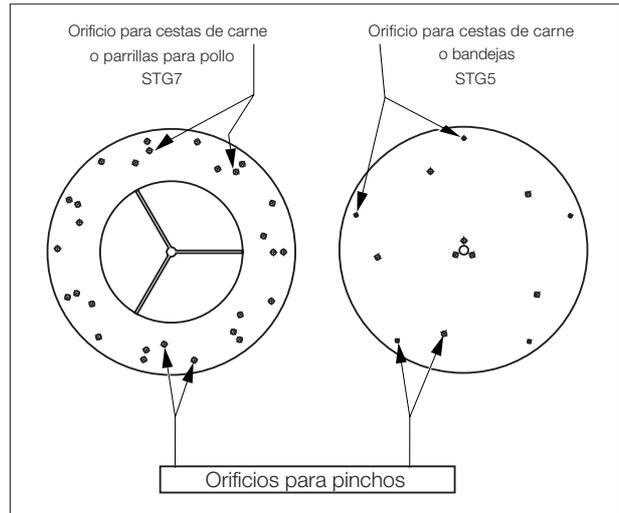

Figura 2.2
- Coloque los pinchos en los discos del rotor (véase figura 2.2).